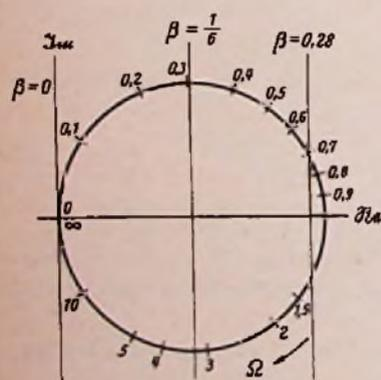

Bild 3. Ortskurve für Bild 2
In Bild 3 ist die bezifferte Ortskurve  $\alpha = f(\Omega)$  dargestellt. Die Gleichung (4)  $\alpha - \beta = f(\Omega)$  geht aus dieser Darstellung dadurch hervor, daß man die imaginäre Achse um  $\beta$  nach rechts verschiebt.
des RC-Gliedes gegeben. Bild 3 veranschaulicht diese Tatsache. Hat z. B. die Verstärkung eine Phase von  $-45^\circ$ , dann muß die Kopplung eine Phase von  $+45^\circ$  haben. Ein vom Koordinatenpunkt unter  $+45^\circ$  gezogener Strahl